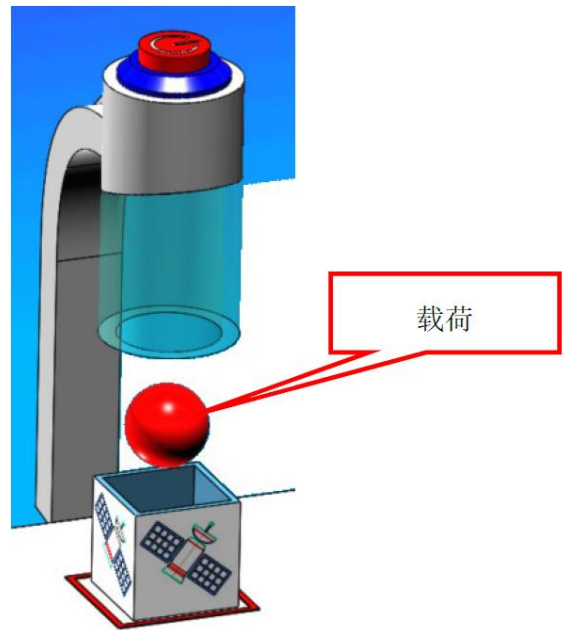

图 16 载荷装入物资箱
3.7.2 将载荷放入完好的物资箱中，如图 16 所示，每个得 40 分。放入损坏物资箱中不得分。